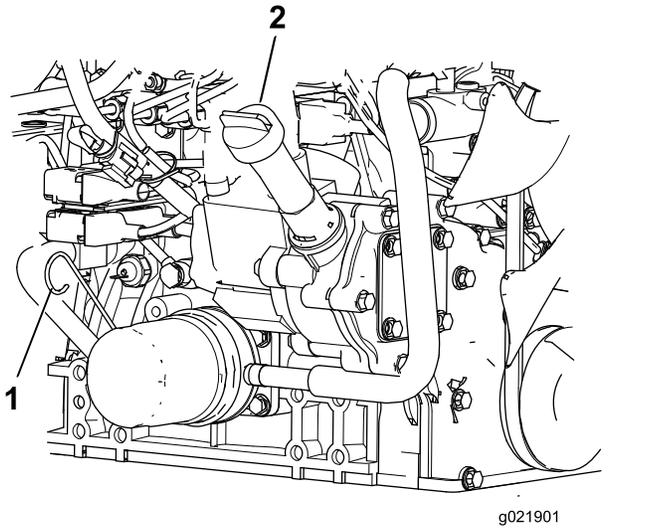

図 85
3. ディップスティックを抜き取り、付いているオイルをウェスで拭き、もう一度一杯に差し込んで抜きとる。FULL マークとADD 図 85 マークの間にあればよい。
4. オイルの量が少ない場合は、補給キャップを取り、FULL とADDの間の位置までオイルを補給する 図 85。